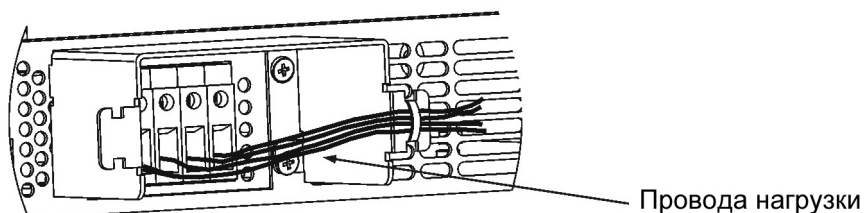

Рис.3-9: Сборка защитного кожуха и проводов
6. Закрепите провода на одной из сторон экрана, используя кабельную стяжку TY-wrap или аналогичную. Смотрите Рис.3-9.